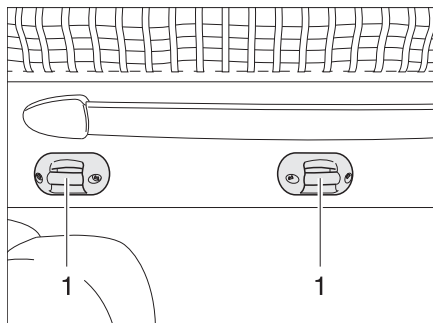

Bild 156 Halterung Aufstiegsleiter
- Die Aufstiegsleiter mit beiden Bügeln in die Krampen (Bild 156,1) am Hubbett einhängen.